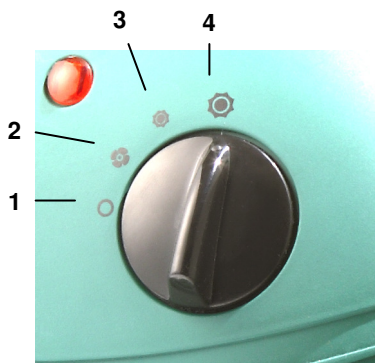

Fig. 1: selettore Montana
Impostare il termostato sul livello massimo e selezionare la potenza riscaldante desiderata (fig. 1: pos. 3 o 4). Quando la temperatura ambiente è piacevole, girare il termostato in senso antiorario fino a quando l'apparecchio si spegne. Ora il termostato mantiene la temperatura desiderata, riattivando la funzione di riscaldamento ogni volta che la temperatura scende sotto il livello impostato. A seconda della dimensione della serra, nei mesi invernali si consiglia di selezionare la potenza riscaldante di 2000 Watt. La potenza bassa di 1000 Watt è sufficiente nei periodi di passaggio.
Se desiderate aerare la vostra serra nei mesi estivi, selezionate la modalità di funzionamento ventilatore (fig. 1: pos. 2). A tale proposito impostare il termostato sulla massima potenza.